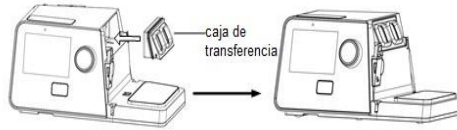

Fig. 18-3
(3) **Reemplazar la Caja de transferencia:** Como se ve en la Fig. 18-3.